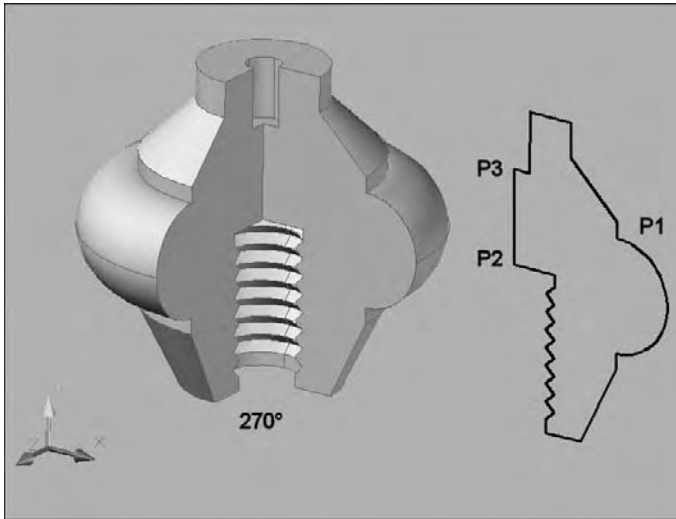

Fig.4.31
- 5 Spécifiez l'angle de révolution : 270° par exemple (fig.4.31).